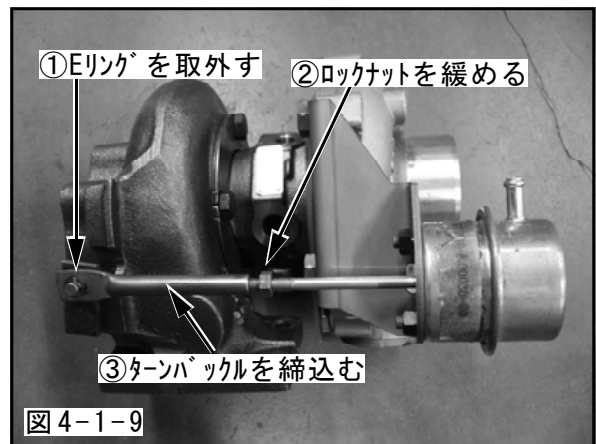

図4-1-9
(9) 取扱説明書の「取付け後の確認」に従って確認作業を行なった後、ブースト圧が34kPa (0.35kgf/cm²)以下であることをメータなどで確認をしてください。ブースト圧が低すぎる場合は、ターボチャージャーAssyのアクチュエータのターンバックルを以下の手順で締込んで調整してください。(図4-1-9)